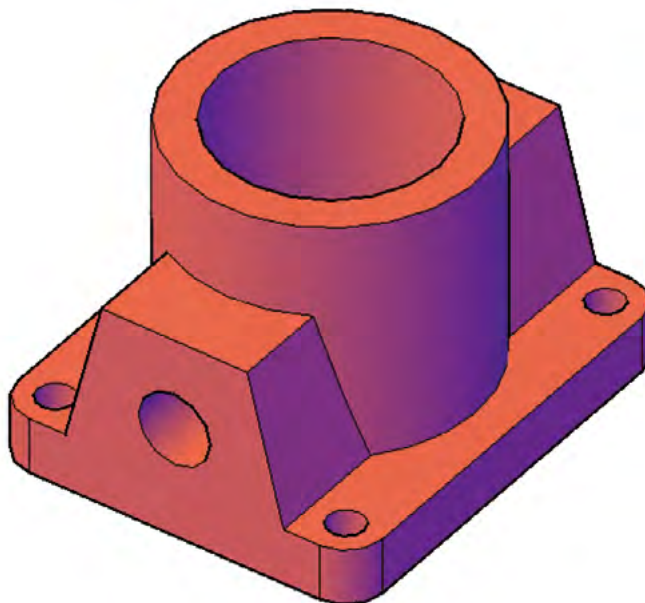

Рис. 11. Заданная модель
1. По заданной модели детали (рис. 11) сформировать виды спереди, сверху, слева.